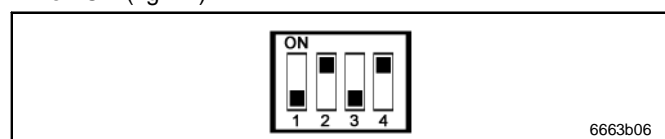

Fig. 22 Interruptor DIP: sistemas de línea doble - ajuste
- ➔ Primero, ajuste SW1 hasta SW3 en "0-1-0" (OFF-ON-OFF). Después, ajuste el interruptor DIP de la derecha (SW4) en ON (fig. 22).